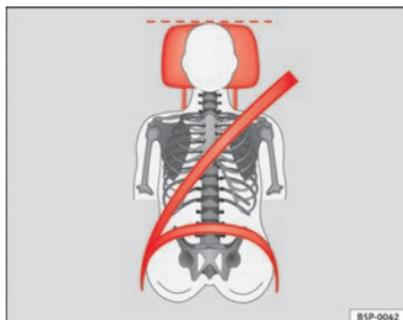
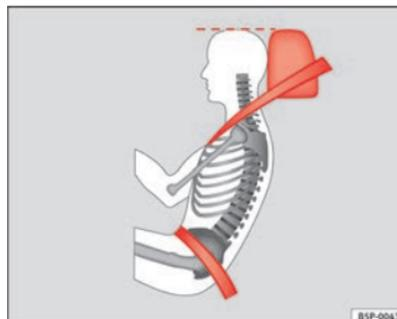

Fig. 68 Visto de frente: apoyacabezas y cinturón ajustados correctamente
Fig. 69 Visto de lado: apoyacabezas y cinturón ajustados correctamente
- Ajuste el apoyacabezas de modo que el borde superior del mismo quede a la misma altura que la parte superior de la cabeza, como mínimo a la altura de los ojos ⇒ fig. 68 y ⇒ fig. 69.